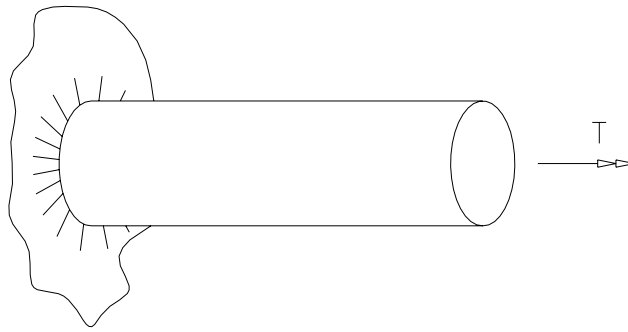
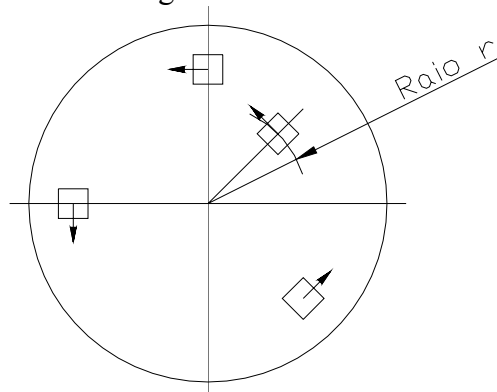

Figura 3.25
Figura 3.26
- Como exemplo, seja uma viga engastada conforme mostrado na figura 3.25. Aplicando-se um momento de torção T , ter-se-á tensões cisalhantes nas seções transversais conforme mostrado na figura 3.26